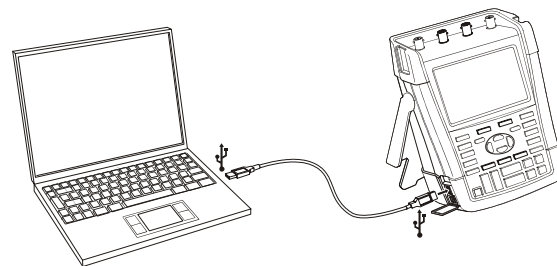

Рис. 31. Подключение компьютера
- Используйте кабель с разъемами USB типа А и мини-USB типа В для соединения компьютера с мини-USB-ПОРТОМ измерительного прибора (см. Рис. 31).